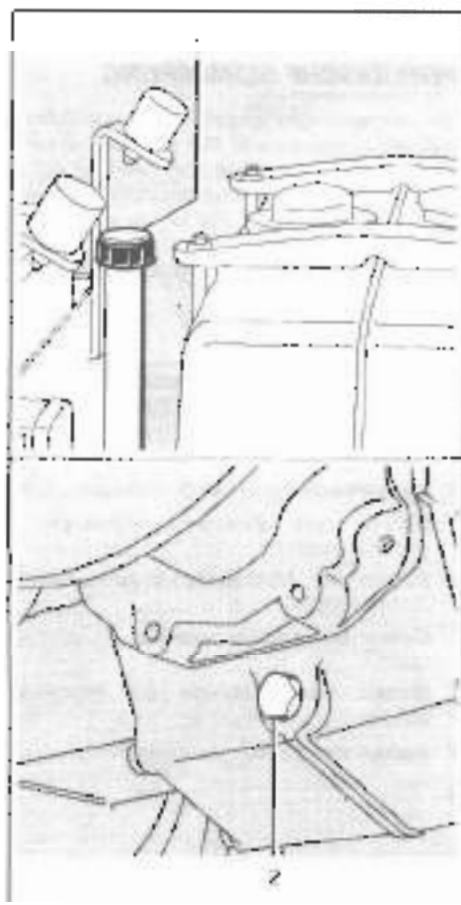

Fig. 15 - Bild 15
Scatola del cambio: controllare il livello dell'olio (vedere la fig. 15); allo scopo svitare il tappo dotato di asta (1). Il livello è regolare quando si trova in corrispondenza della tacca superiore (MAX).
Gearbox: check oil level (see fig. 15); to do so screw out stick-filler (1); oil level is correct when it is close to the top mark (MAX.).
Boîte de vitesses: vérifier le niveau de l'huile (voir fig. 15); dans ce but dévisser le bouchon à jauge (1); le niveau est correct quand il se trouve à proximité de l'encoche supérieure (MAXI).
Schaltgetriebe: Ölstand prüfen, durch Abschrauben des mit Messstab versehenen Verschlussdeckels (1) (siehe Bild 15). Der Ölstand muss auf gleicher Höhe der oberen Marke (MAX) liegen.
Scatola del cambio: sostituire l'olio (vedere la fig. 15). Togliere il tappo di scarico posto sotto la scatola cambio (2) ed il tappo con asta (1) per facilitare lo scarico. Abbassare completamente i bracci del sollevatore per permettere lo svuotamento totale dell'olio nel martinetto; lasciare sgocciolare. Rifornire quindi con olio prescritto dopo aver rimesso il tappo inferiore; avviare il motore per alcuni istanti per riempire completamente le tubazioni del sistema idraulico e verificare nuovamente il livello.
Gearbox; change oil (see fig. 15). Remove the drain plug located under the gearbox (2) and dipstick plug (1) to make drain easier. Bring to the bottom position the lifter arms to make oil come out from the actuator; let oil drip out. Refill with the prescribed oil after replacing the lower plug; start engine a few seconds to replenish the hydraulic system piping and check level once again.
Boîte de vitesses; changer d'huile (voir fig. 15). Enlever le bouchon de vidange situé au dessous de la boîte du changement de vitesse (2) et le bouchon à jauge (1) pour faciliter l'évacuation. Caler entièrement les bras du relevage pour permettre la vidange totale de l'huile du vérin; laisser égoutter. Refaire le plein avec l'huile indiquée après avoir positionné le bouchon inférieur: lancer le moteur pour quelques minutes afin de remplir parfaitement les tuyauteries du système hydraulique et vérifier le niveau une fois encore.